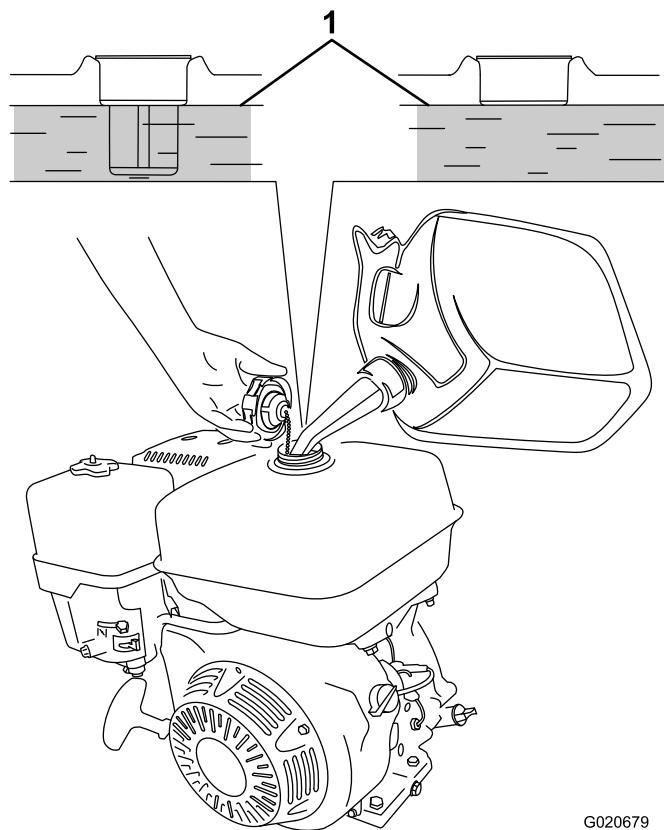

Figure 27
3. Versez de l'essence dans le réservoir de carburant jusqu'à ce que le niveau atteigne le bas du niveau maximum, comme montré à la Figure 27.